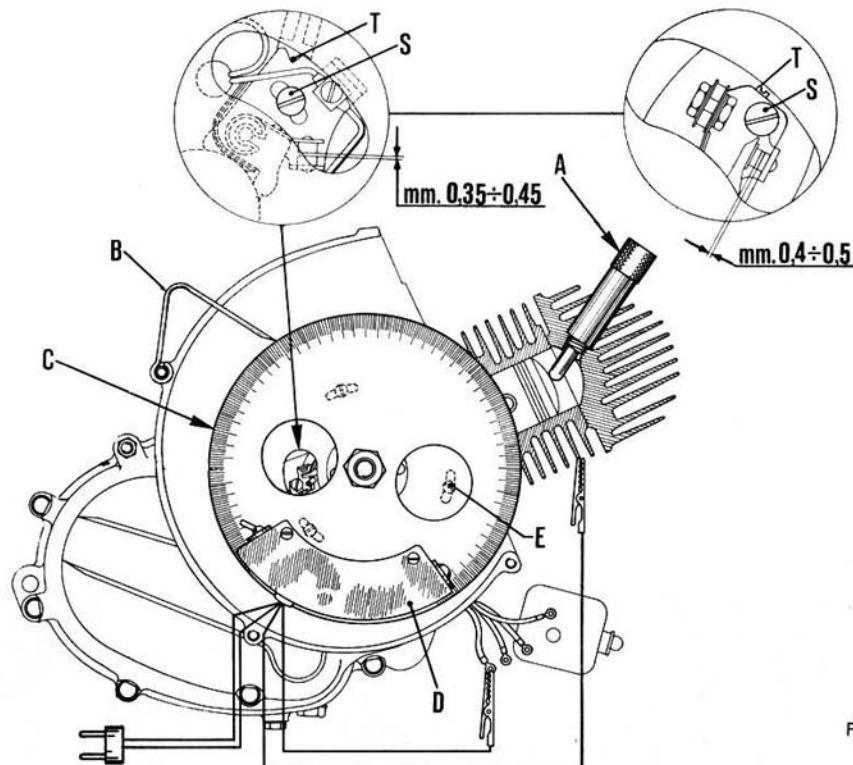

Fig. 75
Detailed description of timing operations valid for vehicles 50 R - 50 Special and 125 Primavera (Fig. 75).
- Slacken the screws "E" (fig. 75) securing the backplate on crankcase.
Descripción detallada de las operaciones para el calaje válidas para los modelos 50 R - 50 Special y 125 Primavera (Fig. 75).
- Aflojar los tornillos "E," (fig. 75) de fijación estator al cárter.